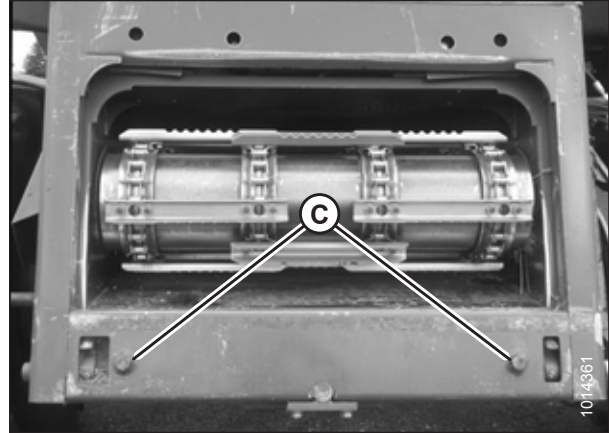

Figura 4.58: Știfturile de aliniere ale grupului AGCO
3. Porniți motorul și apropiați-vă încet de heder până când carcasa alimentatorului se află direct sub bara transversală superioară a modulului de flotare (A) și știfturile de aliniere (C) (consultați Figura 4.58, pagina 370) de pe carcasa alimentatorului sunt aliniat cu orificiile (B) din cadrul modulului de flotare.